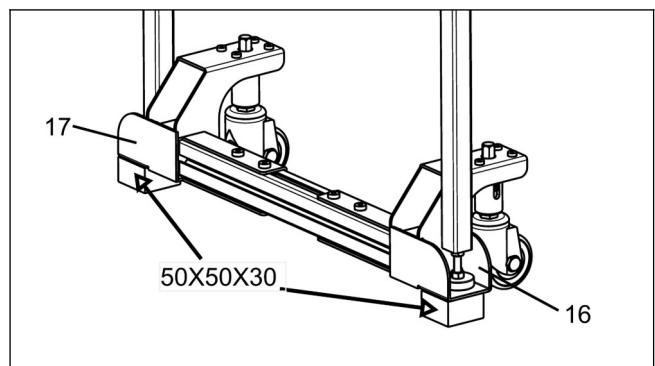

图 21
b.将延伸台板支腿放入左托架“16”及右托架“17”内并在下方各垫一块 50X50X30mm 的木块。（见图 21）